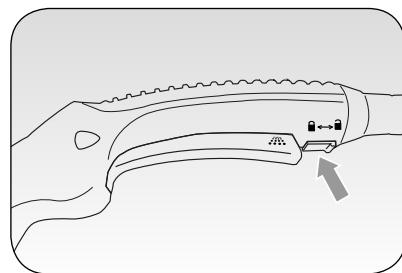

Fig. 4
Aby zapobiec przypadkowemu włączeniu podawania pary, należy przesunąć kurSOR blokowania/odblokowania pary (B) z dołu do góry (↗). Aby odblokować, przesunąć kurSOR (B) od góry do dołu (↘) (Rys. 4).